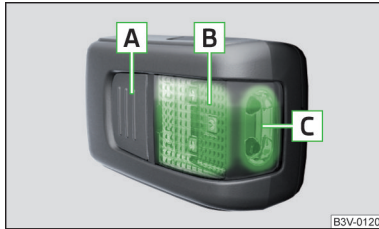

Abb. 154
Beschreibung der Leuchte » Abb. 154
- » Zum **Ein**schalten der herausgenommenen Leuchte die Taste **A** drücken » Abb. 154. Durch erneutes Drücken wird die Leuchte **ausgeschaltet**.
Wird die Leuchte nicht ausgeschaltet und korrekt in die Halterung eingesetzt, dann werden die LED-Leuchtmittel im vorderen Teil der Leuchte **C** » Abb. 154 automatisch ausgeschaltet.